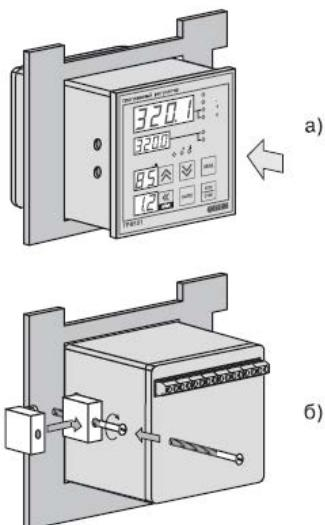

Рисунок 7.2 - Установка прибора щитового крепления
2. Зашепите крепежный уголок на задней стенке прибора за верхнюю кромку кронштейна (рисунок 7.2, б).
1 Вставьте прибор в специально подготовленное отверстие на лицевой панели щита (см. прил. А и рисунок 7.2, а).
2 Вставьте фиксаторы из комплекта поставки в отверстия на боковых стенках прибора (рисунок 7.2, б).